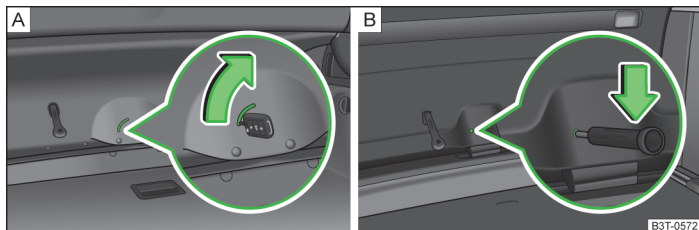

Fig. 193 Desbloqueo de emergencia: Superb / Superb Combi
- Introducir la llave del vehículo hasta el tope en la ranura del revestimiento » fig. 193 - **A**.
- Introducir un destornillador o una herramienta similar hasta el tope en la abertura en el revestimiento » fig. 193 - **B**.